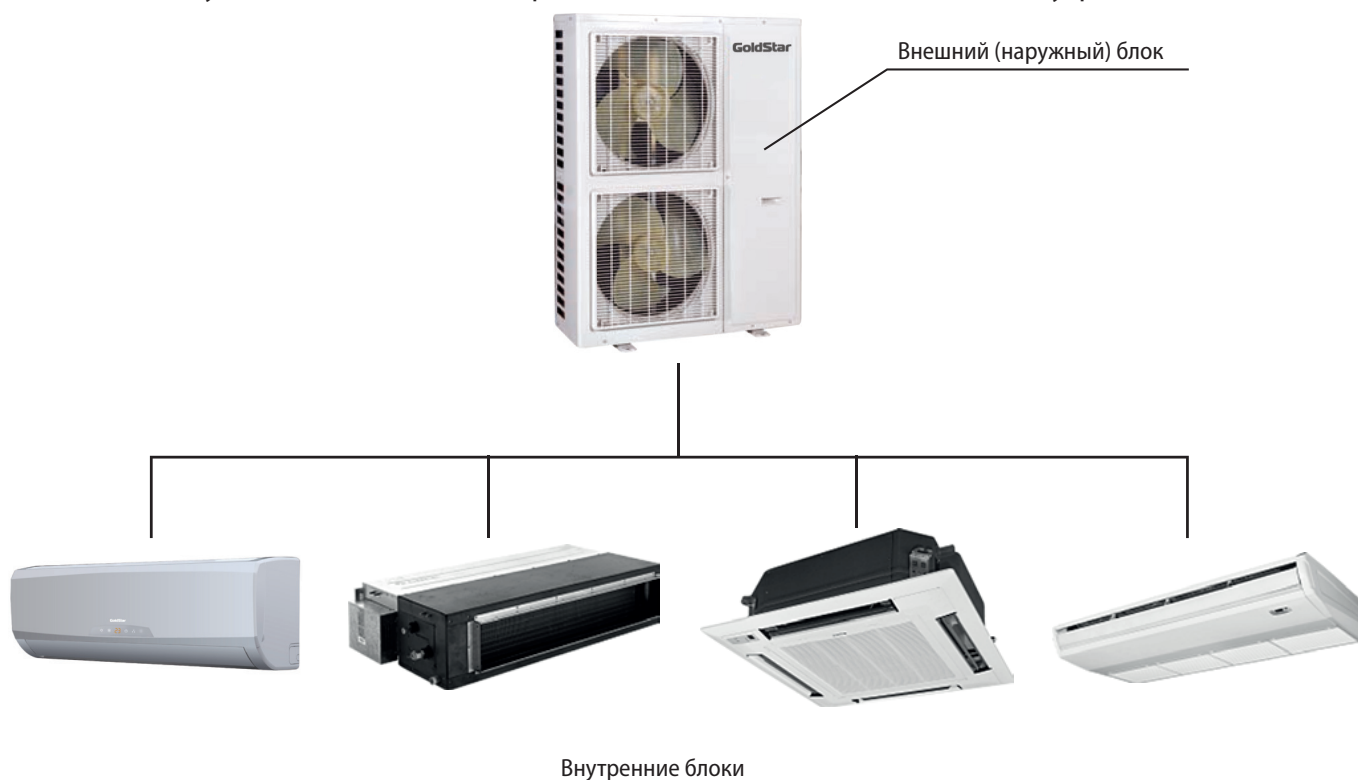

Рис. 1
1.4 Общий вид мультizonальной системы рис. 1. Система состоит из внешнего и внутренних блоков.